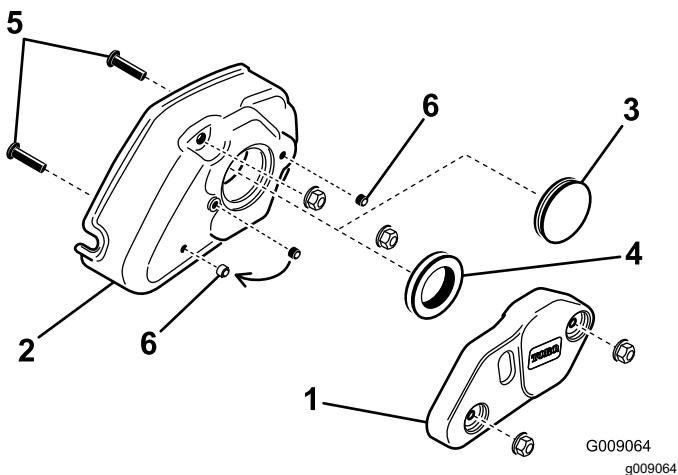

Figura 21
- 2. Togliete i 2 dadi flangiati da 5/16" che fissano la zavorra del groomer al carter del groomer, e togliete la zavorra (Figura 21).
- 3. Togliete il gommino solido dal carter e sostituitelo con il gommino ad anello in gomma (Figura 21).
- 4. Togliete le 2 viti da 5/16" x 1 1/4" avvitate nel carter (Figura 21).
- 5. Togliete la vite a pressione dal foro centrale del carter dell'elemento grooming (Figura 21).